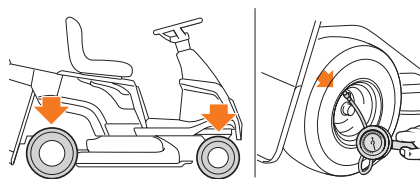

Рис. 10
- Правильное давление в шинах является важным условием для обеспечения полного выравнивания режущего узла и, таким образом, для равномерной стрижки газона (Рис. 10).